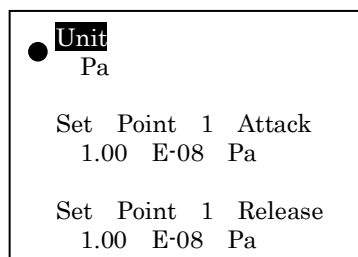

図 29 設定項目選択
- (1) 設定モードに入りましたら、“▲”キー（図 3-11）または“▼”キー（図 3-12）を押して設定を変更したい設定項目を選択します。選択している設定項目は左側に“●”印が表示され、設定項目の文字が反転表示します。（「図 29 設定項目選択」参照）